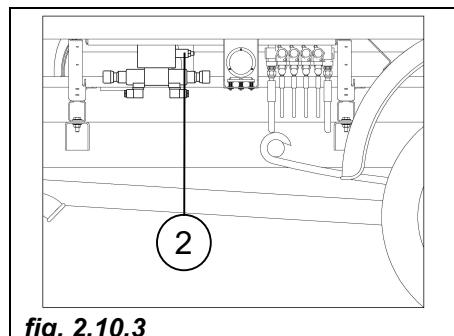

fig. 2.10.3
Posizionata (*pos. 2 fig. 2.10.3*) sulla base dell'elettro valvola generale.